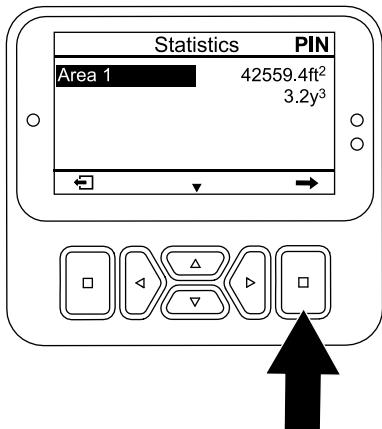

図 98
1. 統計画面で、領域 1オプションが選択されるまで下ボタンを押す(図 98)。